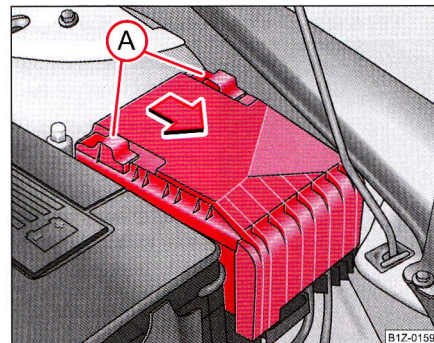

Fig. 218 Capacul cutiei de siguranțe din compartimentul motorului
- Deplasați mânerul de siguranță **A** ⇒ fig. 218 până la limită, în spatele mânerului de siguranță apare simbolul ; scoateți capacul. ▶